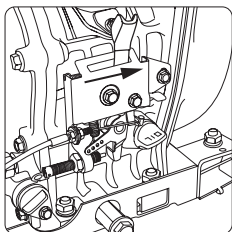

Рис. 10
5. Переведите рычаг регулятора в положение «РАБОТА» (см. рис. 10)